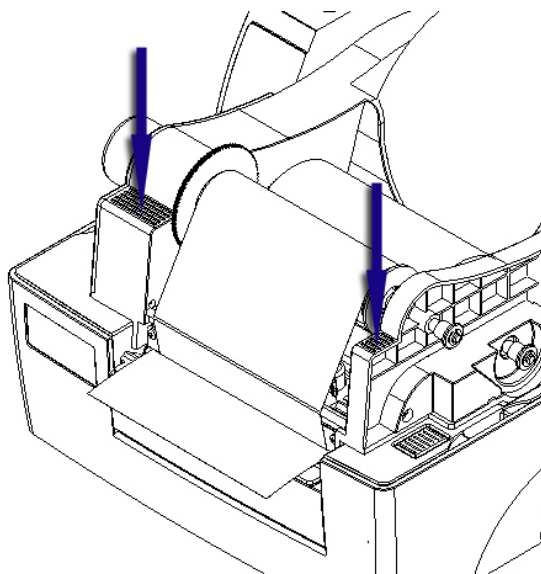

图 5.6-5
- 4) 压下碳带支撑架至锁紧状态，再合上打印机上盖（见图 5.6-5）。